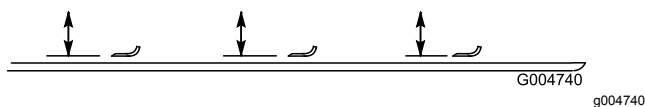

Figure 130
4. Tournez la lame dans le sens longitudinal et mesurez la distance entre l'intérieur du plateau de coupe et le tranchant à l'avant de la lame (Figure 130).